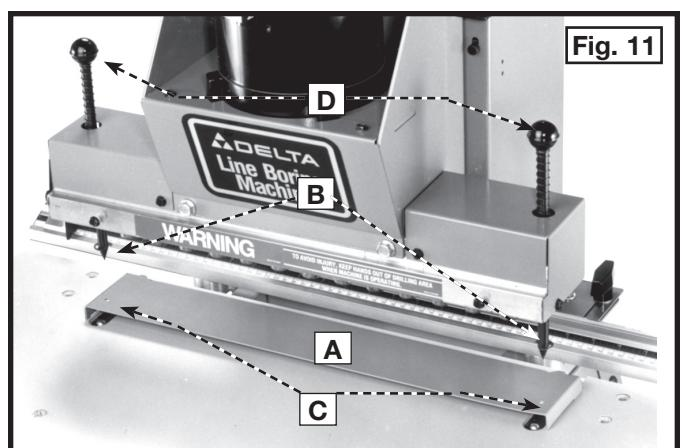
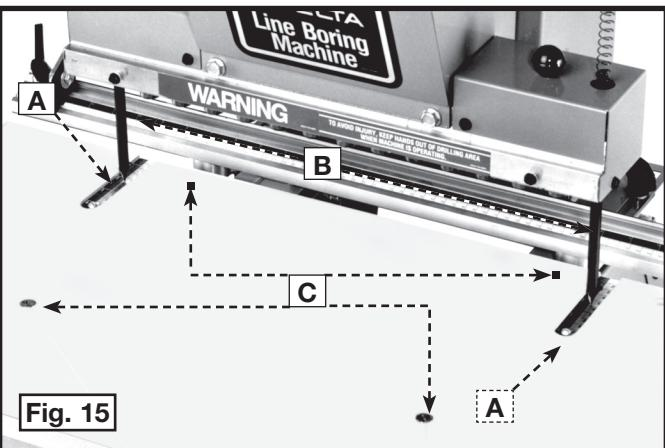

Fig. 11
Fig. 15
1. Ajustez la butée de guide de droite sur 229 mm (9 po) sur la réglette du guide. Déplacez la butée de guide de gauche au-delà du repère des 229 mm (9 po). Positionnez le gabarit (A), fig. 11, sur la table avec les pointes des deux boulons index (B) au-dessus des trous (C) du gabarit.
2. Dévissez et retirez les boutons (D), fig. 11, du dessus des boulons index.
1. Retirez le gabarit (A), fig. 11. Les pointes des boulons index (B), fig. 15, devraient pointer sur les repères à 2-1/4 po sur les deux réglettes.
2. Si un réglage s'avère nécessaire, desserrez les quatre vis (C), fig. 15, qui rattachent la table au cadre de la machine. Ajustez la table jusqu'à ce que les boulons index (B) pointent sur le repère à 2-1/4 po des réglettes (A). **IMPORTANT :** Assurez-vous que les dispositifs de fixation de la table sont fermement maintenus contre le cadre de la machine puis resserrez les quatre vis (C).